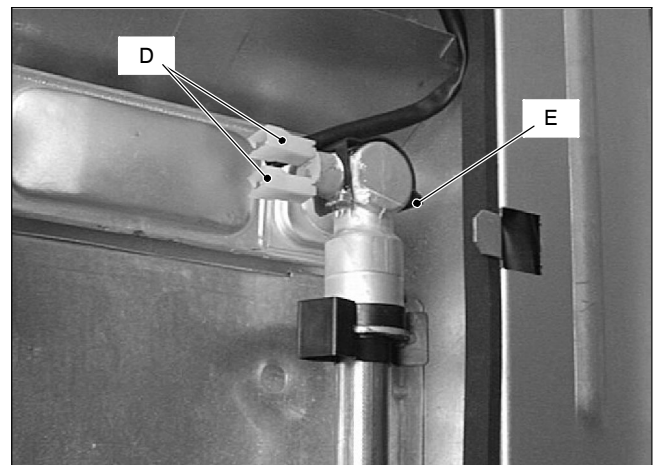

Fig. 3
- 2 Disconnect the wiring *D* (Fig. 3).